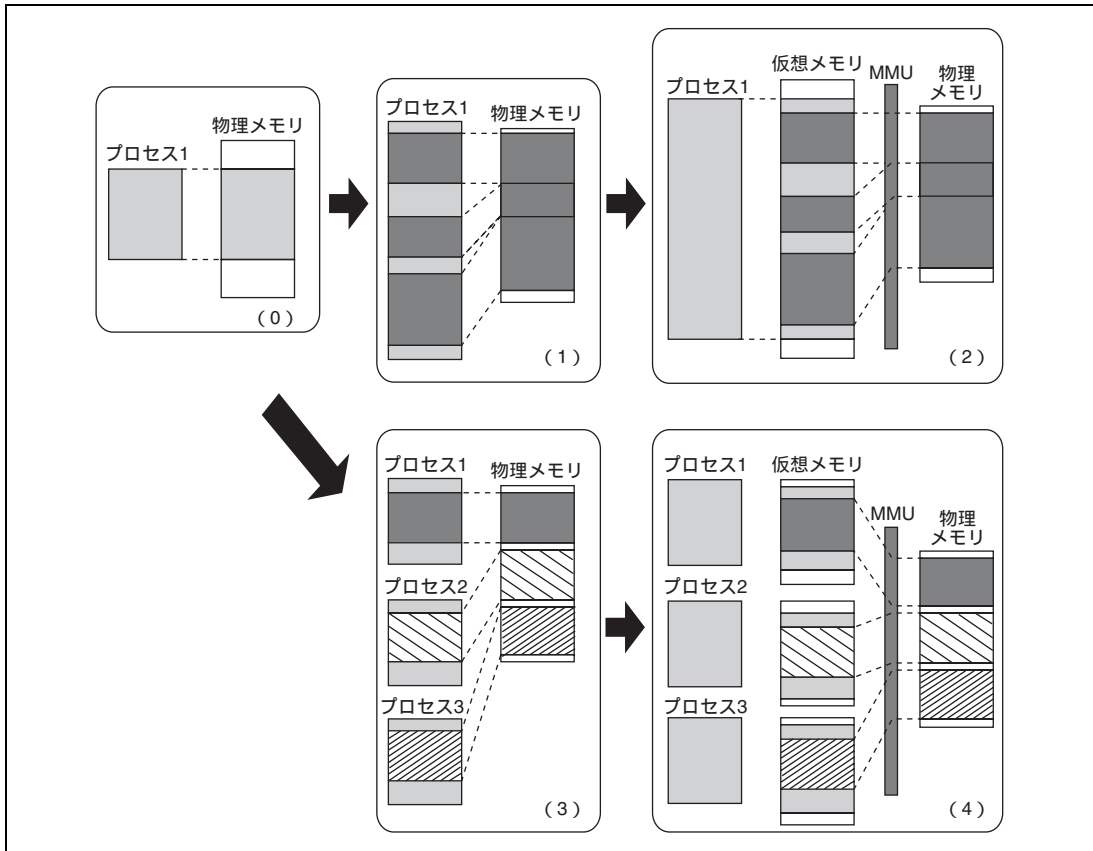

図 7.1 MMU の役割
MMU とは物理メモリを有効に利用するために考え出された機能です。図 7.1 (0) に示すように、プロセスのサイズが物理メモリより少ない場合、プロセスのすべてを物理メモリへマッピングすることが可能です。しかしプロセスのサイズが増大し、物理メモリに収まらない場合、プロセスを分割して実行に必要な部分を随時物理メモリへマッピングする必要が生じます (図 7.1 (1))。この物理メモリへのマッピングをプロセス自身が考えながら実行している場合は、プロセスにかかる負担が増大します。この負担を軽減するために物理メモリへのマッピングを一括して行おうとして生まれた考え方が仮想記憶方式です (図 7.1 (2))。仮想記憶方式では物理メモリに比べて十分に大きな仮想メモリを用意します。プロセスはこの仮想メモリにマッピングされます。このためプロセスは仮想メモリ上での動作だけを考えていればよくなります。仮想メモリから物理メモリへのマッピングには、MMU が用いられます。通常、OS が MMU を管理しており、プロセスが必要とする仮想メモリを円滑に物理メモリへマッピングできるように物理メモリの入れ換えを行います。物理メモリの入れ換えは 2 次記憶などの間で行われます。
こうして生まれた仮想記憶方式は、複数のプロセスが同時に走行するタイムシェアリングシステム (TSS) の上で威力を発揮します (図 7.1 (3))。TSS 上で走行する複数のプロセスが、おのおの物理メモリへのマッピングを意識しながら動作していたのでは効率が上がりません。この効率を上げ、各プロセスの負担を減らすために仮想記憶方式は使われます (図 7.1 (4))。この仮想記憶方式ではプロセスごとに仮想メモリが割り当てられます。MMU は複数の仮想メモリを効率よく物理メモリへマッピングする働きをします。さらに、あるプロセスが別のプロセスの物理メモリに誤ってアクセスしないように、MMU には記憶保護の機能も備わっています。